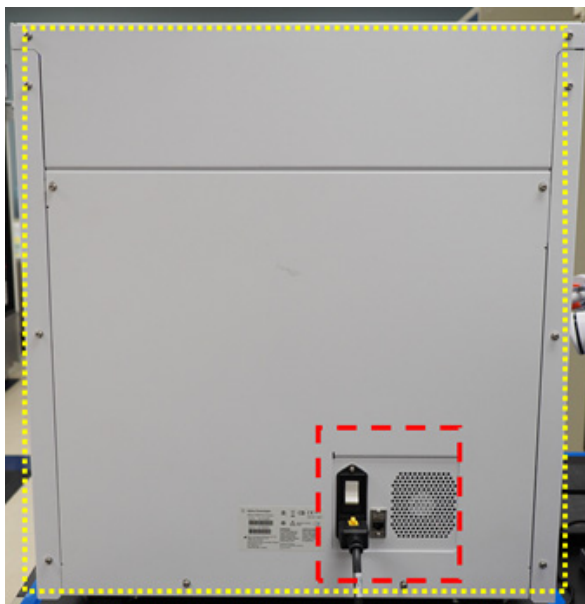

图 30 要擦拭的仪器背面的外表面
- d **仪表外部 – 背面：**确保将电源线从电源上拔下。用经过 70% 异丙醇弄湿的实验室擦巾，擦拭图 30 中用黄色勾勒出的仪器的背面。用红色勾勒出的区域需要特别注意，因为其中包括后方的电源按钮。